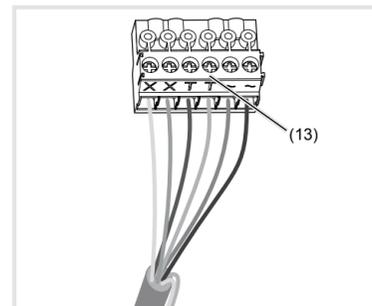

Figura 7: blocco di serraggio di collegamento cablato
- Tirare verso il basso il blocco di serraggio di collegamento (13) della mascherina video.
- Collegare la coppia di fili della linea bus a 2Fili ai morsetti **XX** del blocco di serraggio di collegamento (figura 7).
- Eventualmente collegare il cavo apriporta ai morsetti **TT** del blocco di serraggio di collegamento (figura 7 e 8).
- Per l'illuminazione fondo tasti di chiamata e il riscaldamento della telecamera di 12 V-, collegare la linea di alimentazione del trasformatore di rete ai morsetti **~** del blocco di serraggio di collegamento (figura 7).